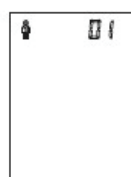

Fig.6
3. Premendo nuovamente il pulsante M1 o M2, sul display viene visualizzato il numero 01 che rappresenta l'ultima lettura; vengono quindi visualizzate le altre letture memorizzate come nella Fig.6.